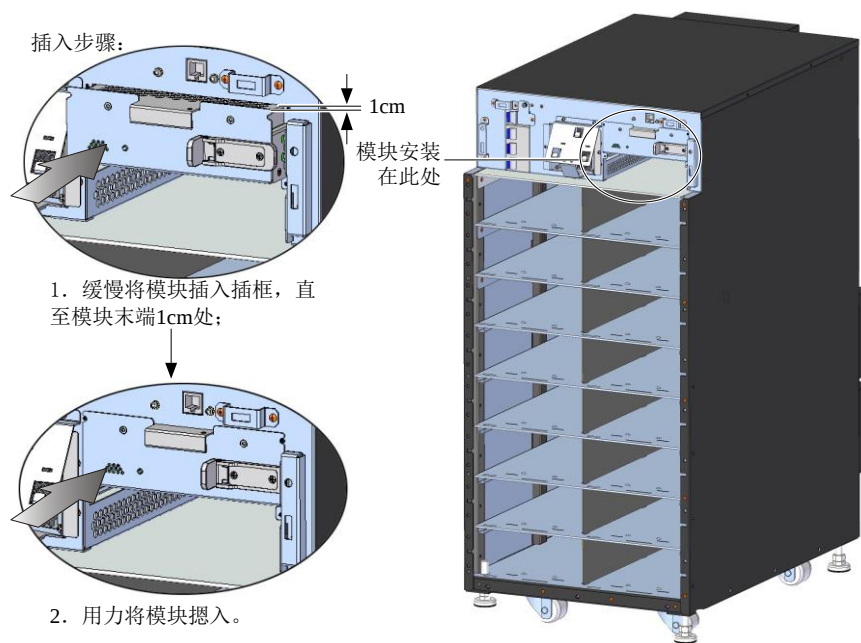

图2-18 插入模块
2. 缓慢将模块插入插框，直至模块末端 1cm 处，再将模块用力摁进去，以确保能够将模块完全插入，如图 2-18 所示。